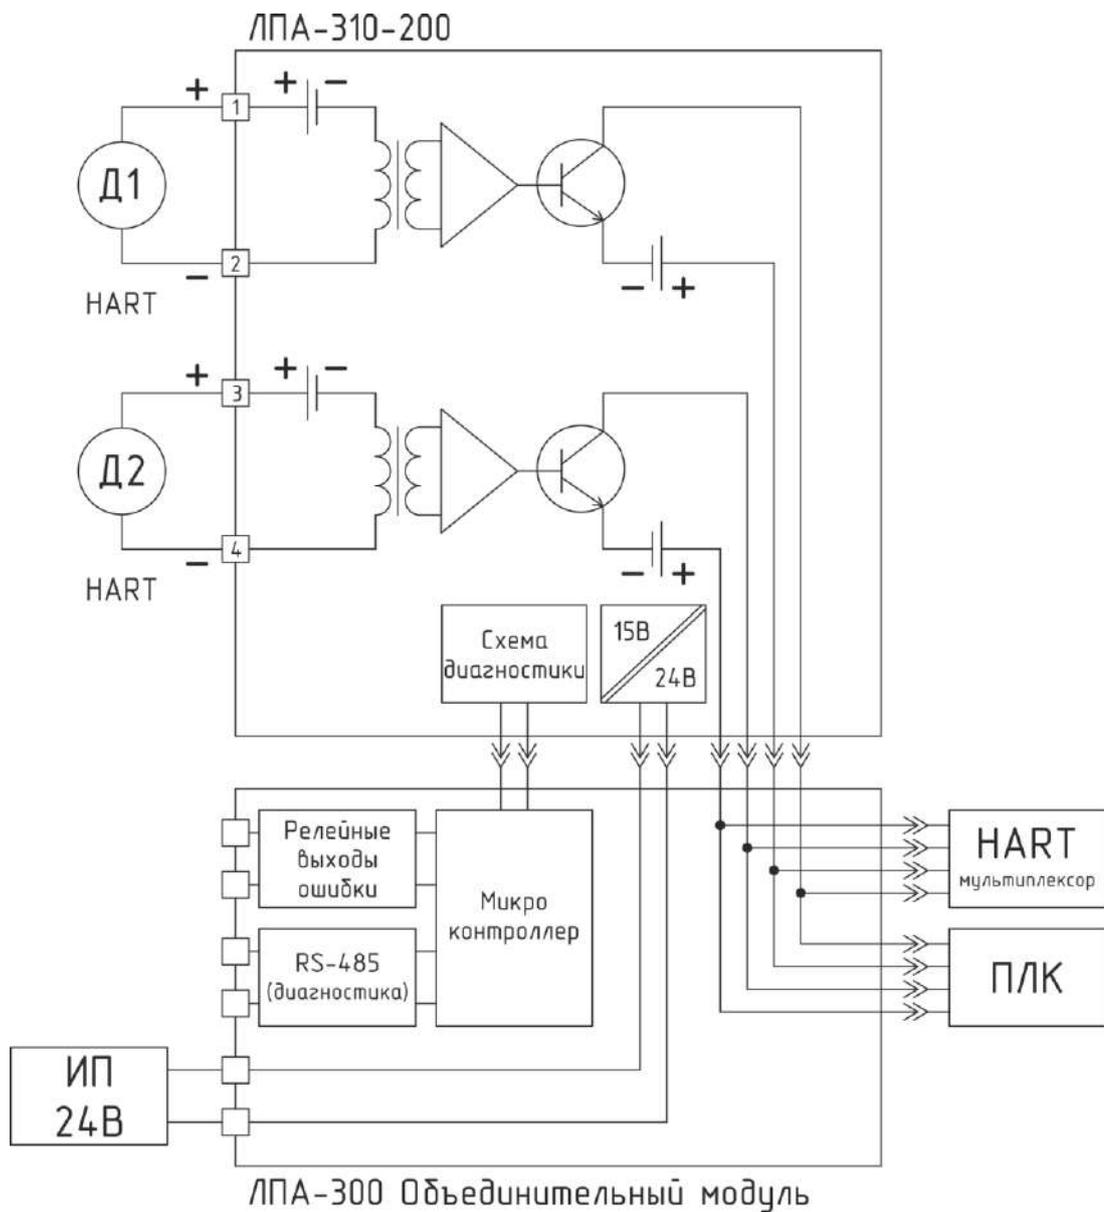

Рисунок 4 – Схема подключения ЛПА-310-200 при установке на объединительный модуль ЛПА-300
- 7.13 Схема подключения оборудования к повторителю ЛПА-310-200 представлена на рис.4.